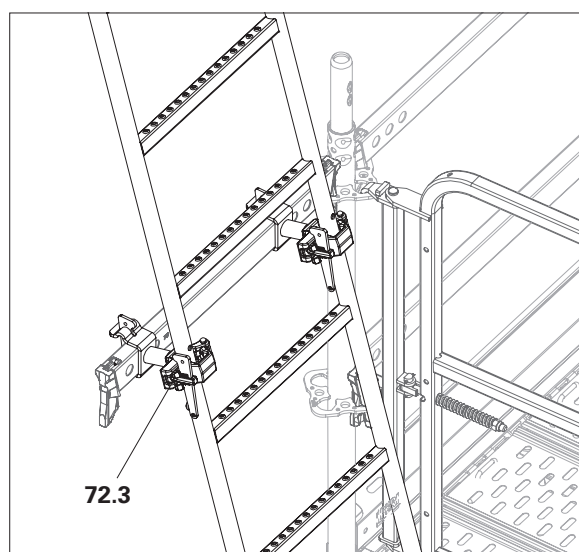

Fig. A9.02b
2. Inserire la scala e chiudere il giunto a morsetto. Serrare il cuneo con un martello. (Fig. A9.02b)